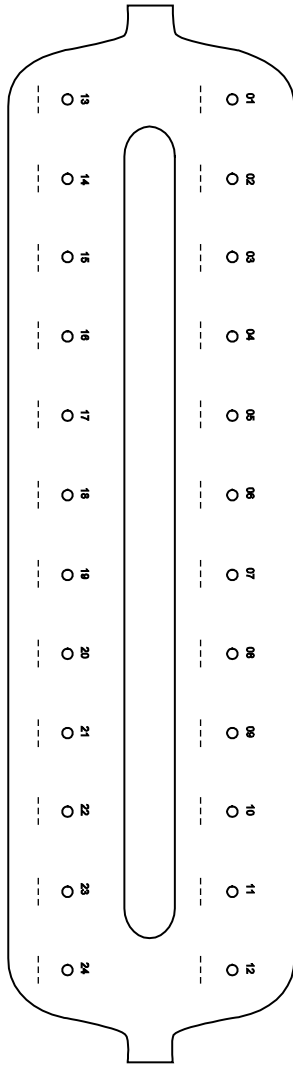

Abbildung 2. Kennzeichnungsschema für Lyseröhrchen (LT), Elutionsröhrchen (ET) und QIAamp MinElute Säulen zur Verwendung auf dem QIAvac 24 Plus Vakuumsystem
2. VacConnector (VC)
Wir empfehlen eine Kennzeichnung der Lyseröhrchen (LT), Elutionsöhrchen (ET) und der QIAamp MinElute Säulen zur Verwendung in Verbindung mit dem QIAvac 24 Plus Vakuumsystem gemäß dem Schema in Abbildung 2, um eine Verwechslung von Proben zu verhindern. Diese Abbildung kann kopiert und mit den Namen der Proben beschriftet werden.